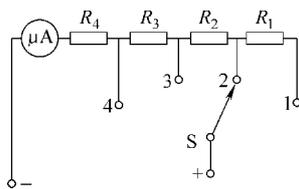

图 2-10 万用表测量直流
2) 万用表测量直流电压的电路: 万用表测量直流电压的电路如图 2-10 所示, R_1 、 R_2 、 R_3 、 R_4 是为了扩大量程而串联的附加电阻。当转换开关 S 由位置 1 依次置于 2、3、4 时, 附加电阻值不断减小, 于是测量电压的量程也随之减小, 从而可以实现不同范围的直流电压的测量。